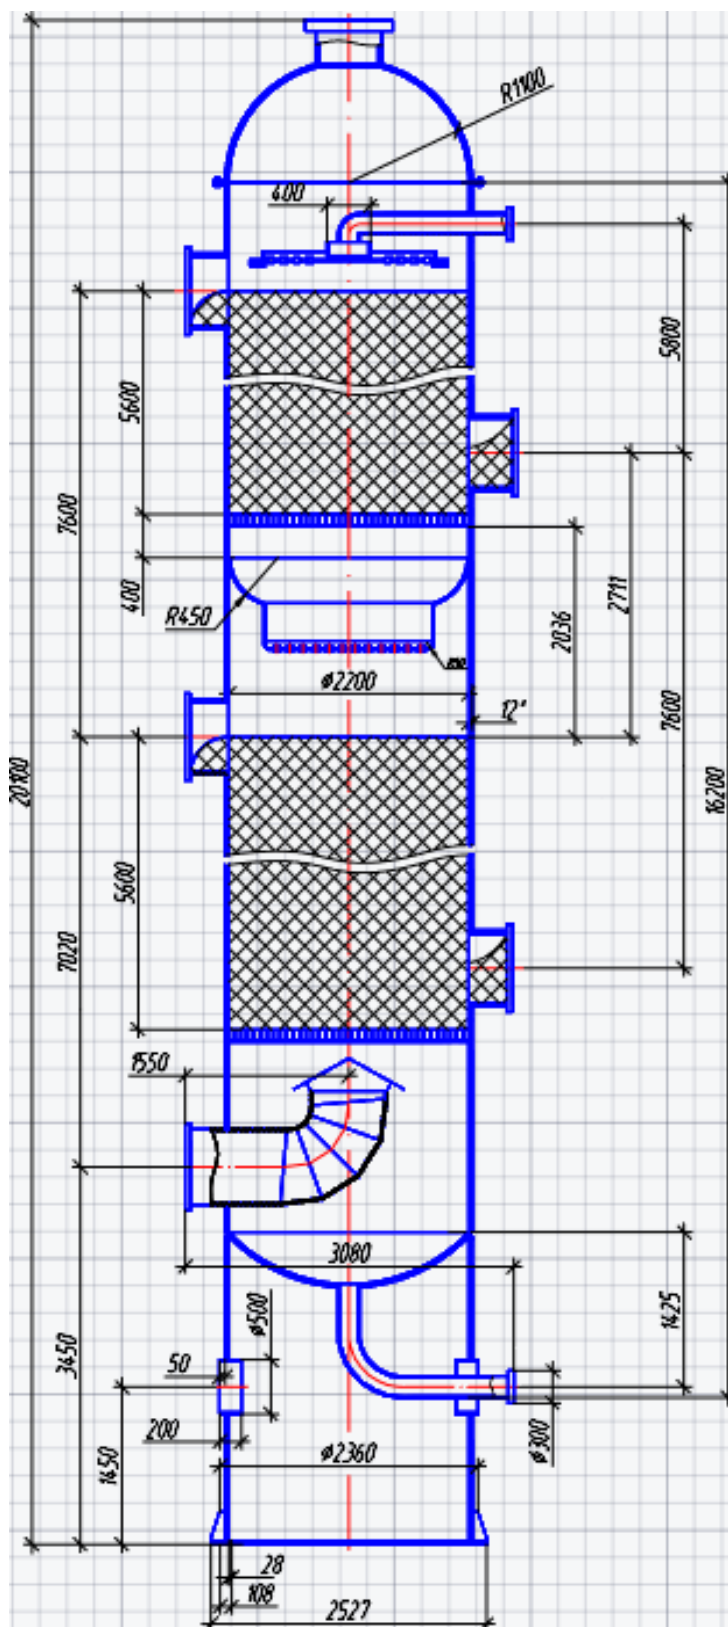

Рис. 132. Чертеж абсорбера
12. Проставить размеры согласно схеме абсорбера, данного на рис. 132. При нехватке размеров элементов абсорбера и их расположения принять размеры самостоятельно, придерживаясь пропорций, данных на схеме. Для более точного подбора размеров и пропорций элементов абсорбера можно использовать сетку, данную на рис. 132. Параметры размеров, подходящие для компоновки чертежа в видовых экранах на *Листе* формата А3 вертикального расположения: величина стрелок – 3, высота текста – 4, коэффициент масштабирования – 30.